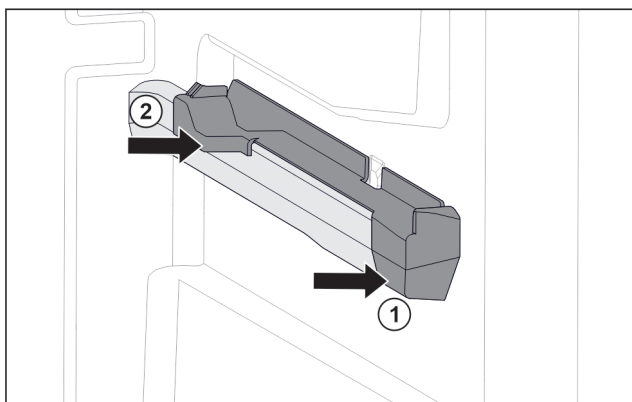

Fig. 72 Piesă de fixare pe nervura din dreapta a recipientului
- ▶ Așezați piesa de fixare în față pe nervura recipientului. Fig. 72 (1)
- ▶ Apăsăți piesa de fixare spre spate. Fig. 72 (2)